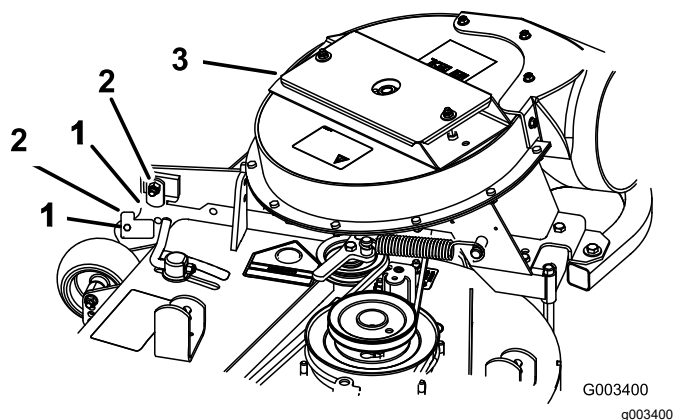

Figure 17
3. Cierre el conjunto del soplador para ver si los cierres están correctamente ajustados (Figure 17).